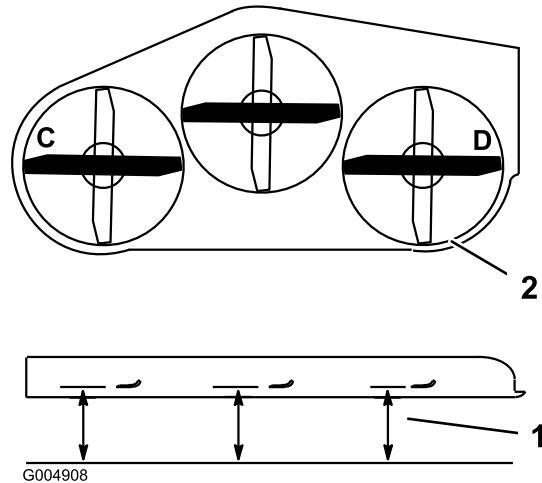
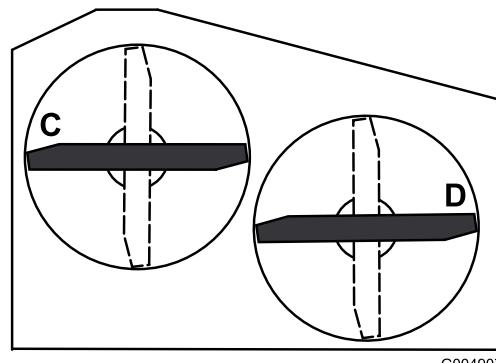

Figure 76
Figure 77
2. Tournez les lames jusqu'à ce qu'elles soient parallèles dans le sens transversal. Mesurez la distance aux points C et D (Figure 76) entre une surface plane et le bord coupant des pointes des lames. Pour les tabliers de coupe de 36 pouces, reportez-vous à la Figure 77.